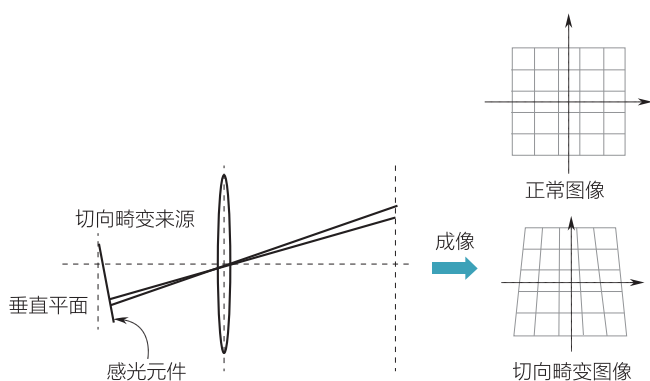

图 2-1-18 切向畸变产生的原因
①枕形畸变: 是指光学系统引起的成像画面向中间“收缩”的现象。枕形畸变在长焦镜头成像时较为常见, 使人变瘦、变高的哈哈镜成像属于枕形畸变。
②桶形畸变: 是指光学系统引起的成像画面呈桶形膨胀状的失真现象。桶形畸变在摄影镜头成像, 尤其是广角镜头成像时较为常见, 使人变矮、变胖的哈哈镜成像就是桶形畸变的一个比较形象的例子。
2) 切向畸变: 切向畸变是摄像头制作过程中透镜不完全平行于图像平面造成的, 如图 2-1-18 所示。对于切向畸变的矫正需要严格把控镜头安装工艺, 减少由于装配问题引起的误差。